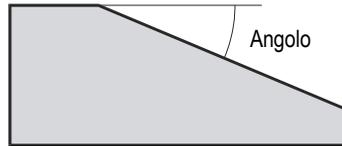

Figura 4-6 Angolo zoccolo
- a) Selezionare **Angolo zoccolo**, ed in seguito inserire l'angolo dello zoccolo (vedere Figura 4-6 a pagina 118).